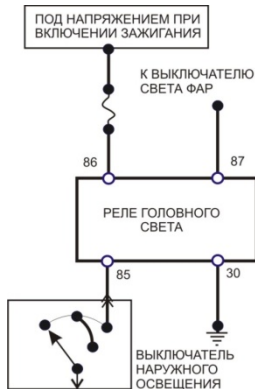

Рис. 6. Пример подключения реле головного света (как в автомобиле Hyundai Santa Fe)
- в схемах автомобиля, где цепи управления обмоткой подключена к цепи «+12В Зажигание» (см. Рис.6), можно использовать «Режим 7» (внутреннее управление режимом ДХО – «Автомат-ДХО»): для фар БС-ПТФ - без дополнительных подключений и проводов, для фар ДС – с подключением к доп. контакту реле DRL-30-P (для выключения «режима ДХО_на_ДС» при подаче на этот вход +12В – при включении, например, фар БС).